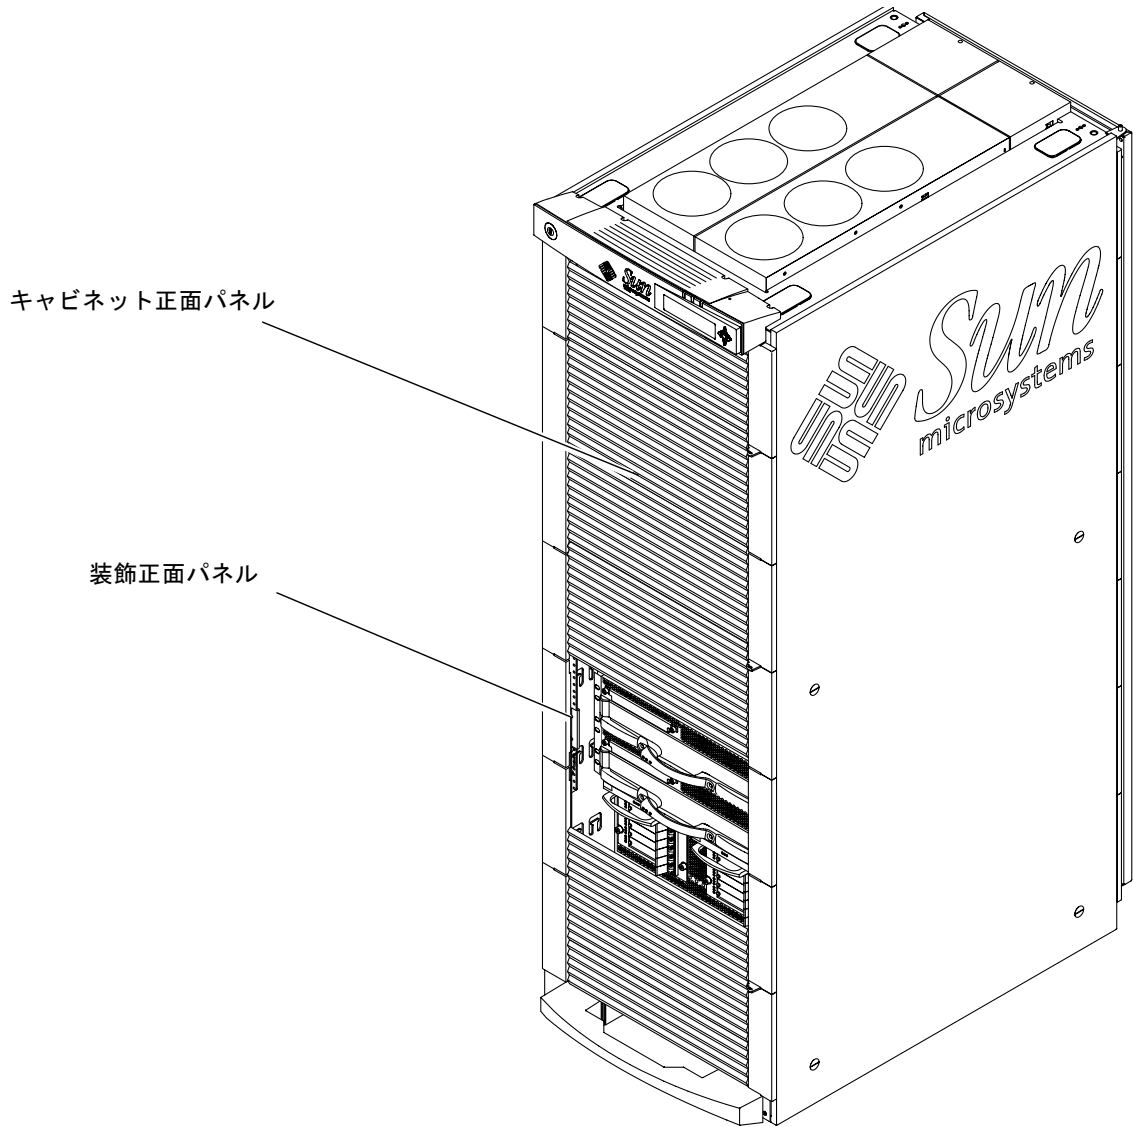

図 3-7 キャビネット正面パネルの位置
2. 残りのパネルは、各パネル正面の左右からねじを締めて固定します (図 3-7)。